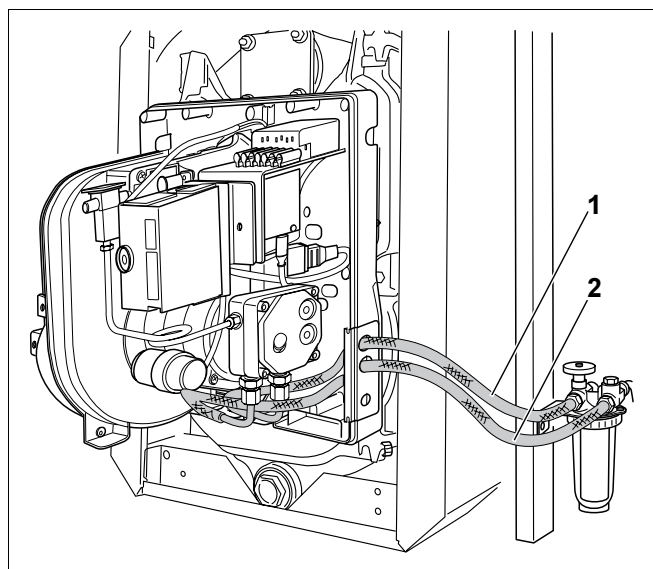

Fig. 7 Se racordează conductele de combustibil lichid
- Se racordează furtunile de combustibil lichid (Fig. 7, **Poz. 1 și 2**; conductele de aspirare și de retur, piulița 3/8" cu racord pentru furtun) la filtrul de combustibil și conectarea racordului la conducta de retur (de observat direcția indicată de săgeată).